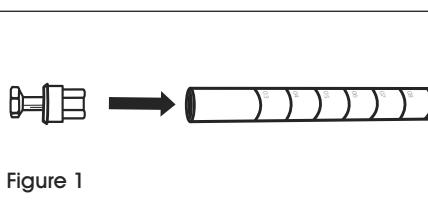

Figure 1
1. Make sure post is positioned as shown. (See Figure 1)
1. Assurez-vous que le montant est placé comme illustré. (Voir Figure 1)